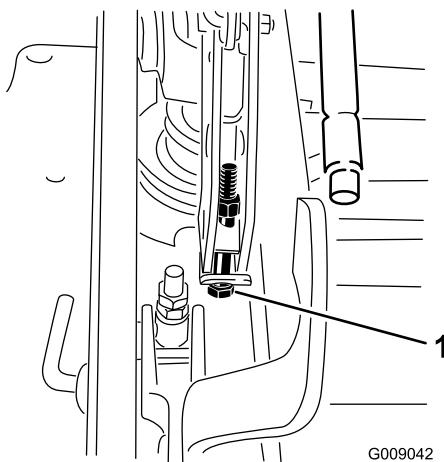

**Рисунок 84**
**Примітка:** Кожух газонокосарки закріплюється у передніх отворах на заводі (Рисунок 84). За необхідності, використовуйте задні отвори для подальшого регулювання під час вирівнювання кожуху газонокосарки.